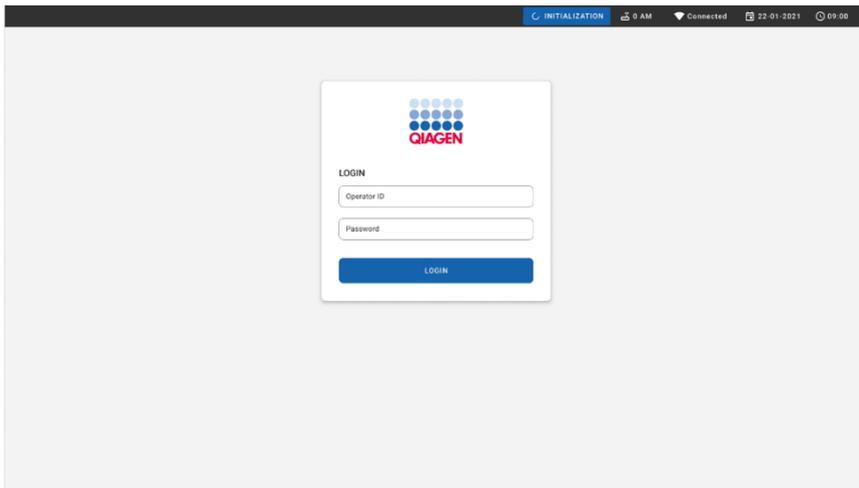

Abbildung 50. Bildschirm „Anmeldung“.
3. Melden Sie sich am System an, sobald der Anmeldebildschirm erscheint (Abbildung 50).